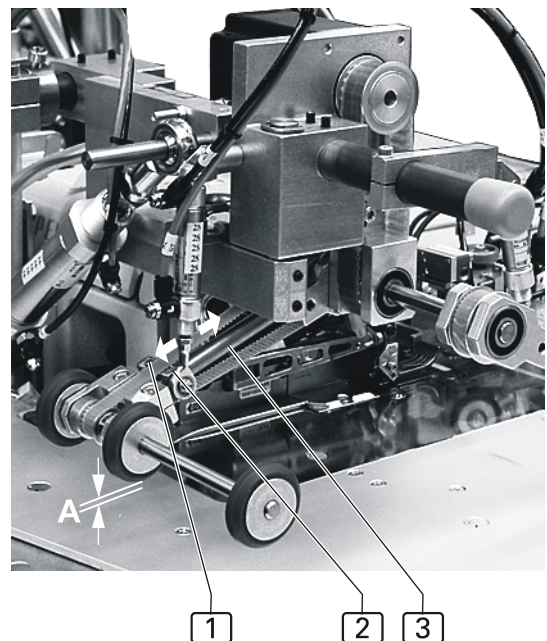

Abb. 6
**Abb. 6:** Die Transportrollen des Pullers, sowie des Ausrollers sollten in abgesenkter Position die Arbeitsplatte berühren (es darf im abgesenkten Zustand kein Abstand **A** vorhanden sein).